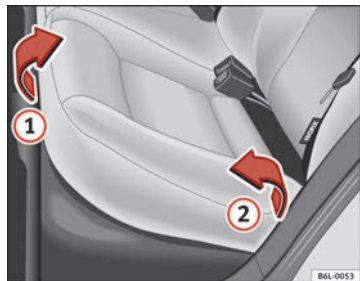
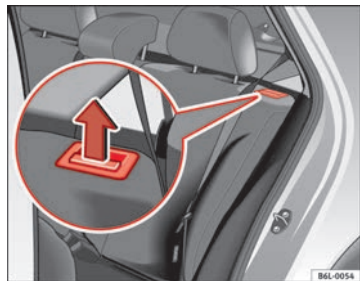

Fig. 74 Sollevamento dell'elemento orizzontale del sedile posteriore
Fig. 75 Tasto di sbloccaggio dello schienale del sedile posteriore
- Tirare il bordo anteriore dell'elemento orizzontale del sedile ⇒ fig. 74 ① verso l'alto in direzione della freccia.
- Sollevare l'elemento orizzontale ② in avanti in direzione della freccia.
- Tirare il tasto di sbloccaggio ⇒ fig. 75 nella direzione indicata dalla freccia e ribaltare lo schienale in avanti.